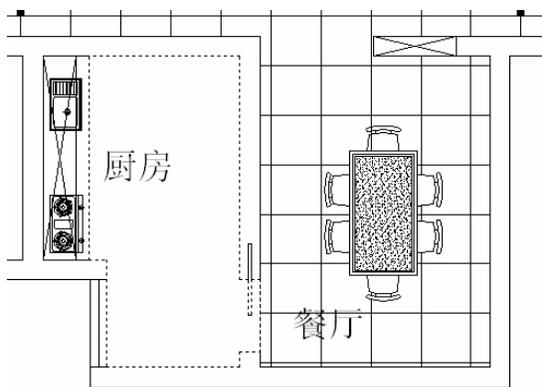

图 6-1-38
**STEP 06** 参照上面客厅的地砖填充，使用绘制多义线命令 PLINE 绘制厨房地砖的边界，如图 6-1-38 所示的虚线。